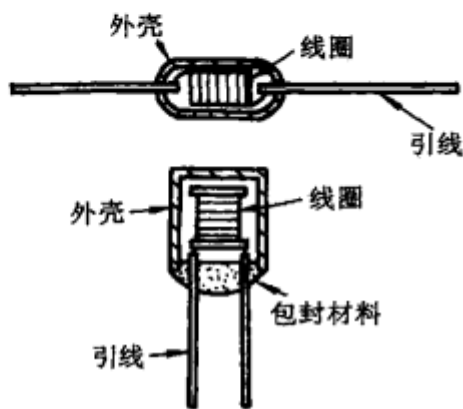

图 2-3
(3) 固定电感器是一种通用性强的系列化产品，其结构如图 2-3 所示，线圈（往往含有磁芯）被密封在外壳内，具有体积小、重量轻、结构牢固、电感量稳定和使用安装方便的特点。